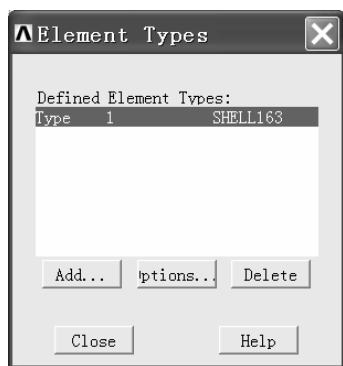

图 10-62 “Element Types” 窗口
(4) 单击“Library of Element Types”窗口中的“OK”按钮。这时“Element Types”窗口中显示已经选好了的单元（见图 10-62）。
(5) 单击“Element Types”窗口中的“Close”按钮。